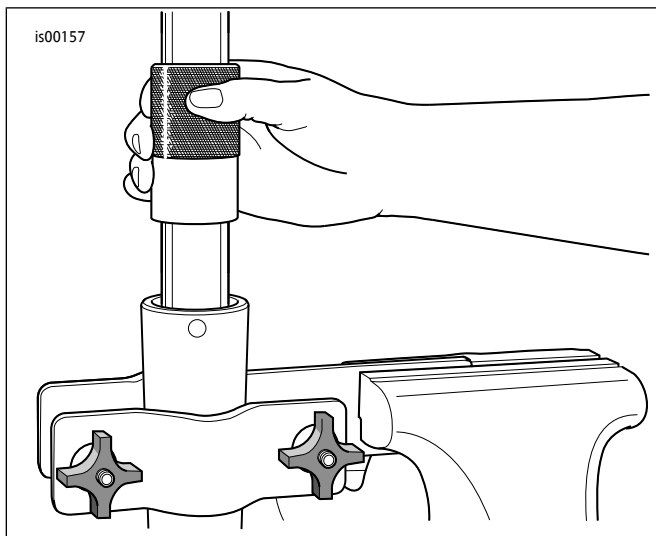

图4。安装叉油封
8. 参见图4。取出Fork Seal/Bushing Tool(叉密封件/衬套工具)(HD-45305)并执行以下操作：
- b. 参见图4。使用滑动锤之类的工具，敲击叉油封(与密封隔块和滑管衬套)使其滑下叉管，直至在前叉滑管内径上看见固定夹槽。